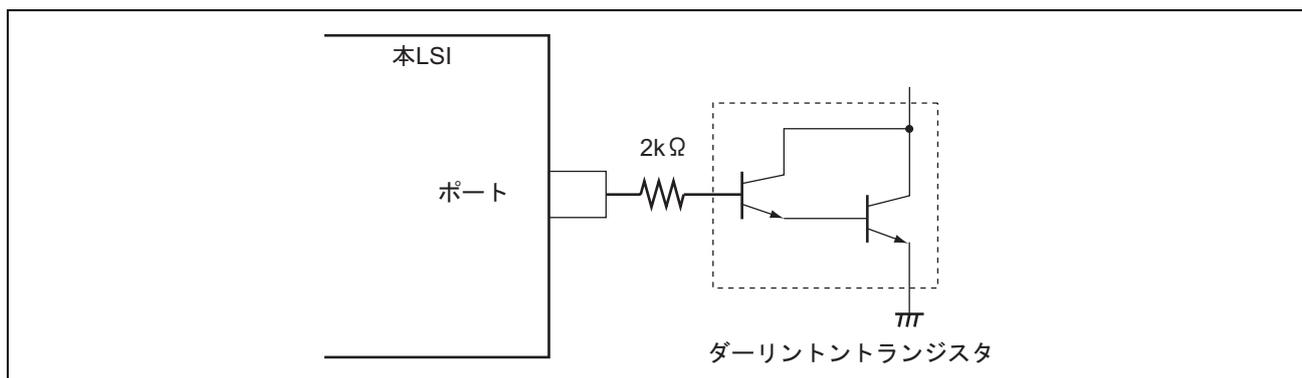
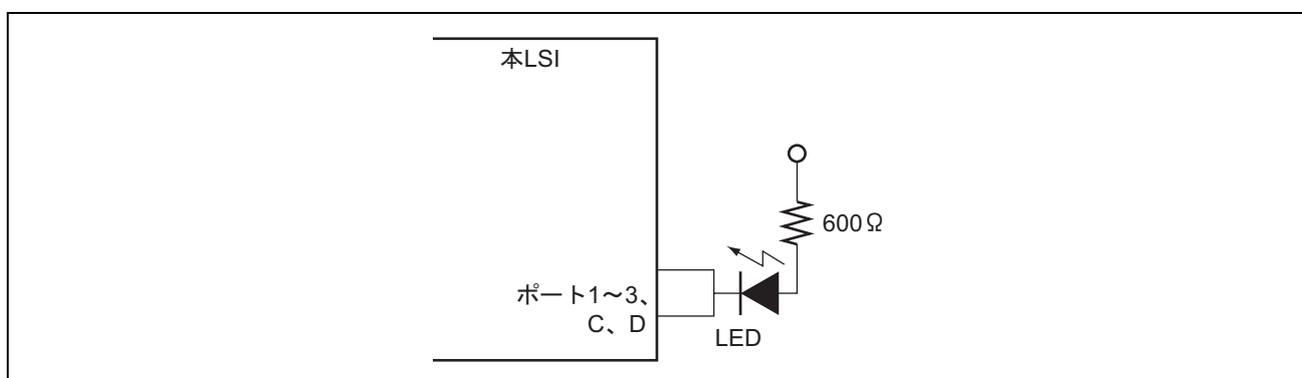

図 28.1 ダーリントトランジスタ駆動回路例
図 28.2 LED 駆動回路例
2. ダーリントントランジスタや、LED を直接駆動する場合には、図 28.1、図 28.2 に示すように出力に必ず電流制限抵抗を挿入してください。